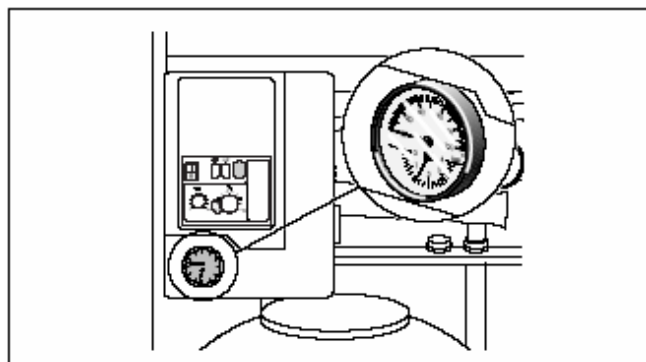

Рис. 16 Указатель давления
- Медленно открывая водяной кран, заполнить установку до давления 1,0 – 1,2 бар (рис. 16). Минимальное давление составляет 1,0 бар.